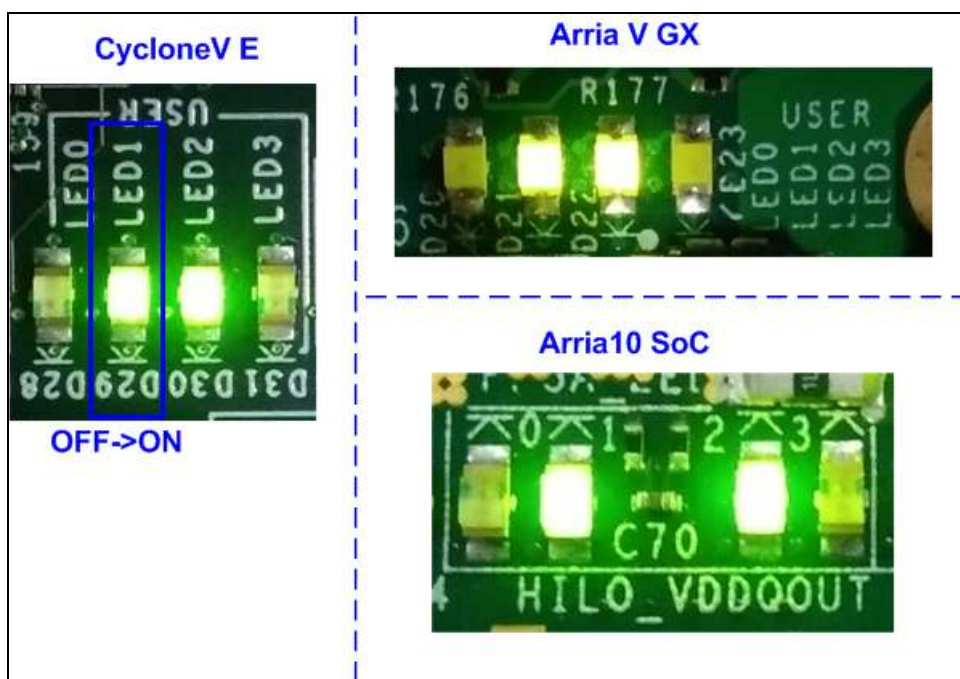

図 4-12: "send_udp_client"実行中の LED 状態
- テスト・アプリケーションの動作が開始すると図 4-12 のように LED[1]が OFF から ON となります。